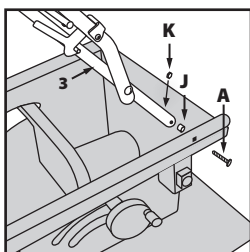

Abb. 7
- Befestigen Sie Bauteil **4** in seiner Arbeitsstellung an der Maschine. Beachten Sie, dass die Stellung des Verriegelungshebels und Stifts auf derselben Seite wie das Heben und Senken/Schräge Anpassungshandrad sind. **(Abb. 7).**